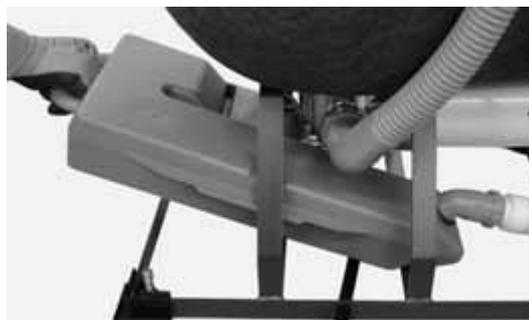

Fig. 5-5 Svuotamento del dispositivo di trattamento della condensa
3. Sollevare il dispositivo di trattamento della condensa e svuotarlo servendosi del flessibile di collegamento (fig. 5-5).